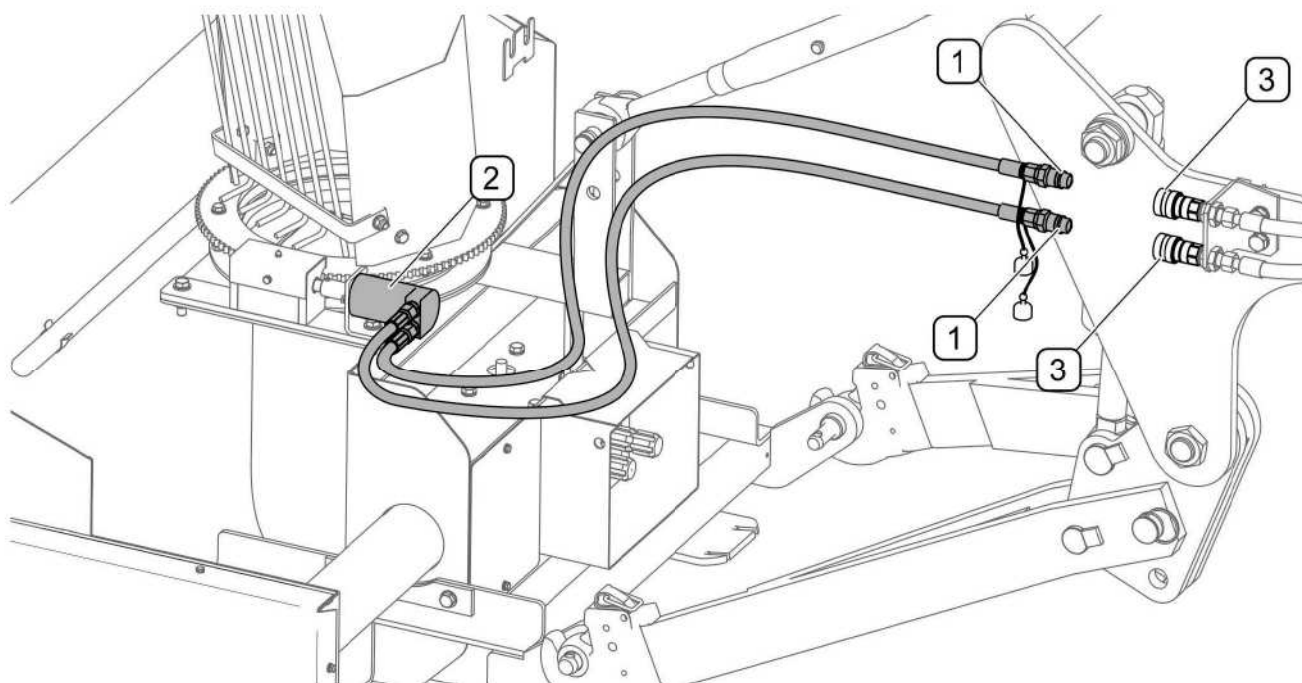

РИСУНОК 4.4 Подсоединение гидропроводов поворотного механизма метателя
Чтобы метатель мог поворачиваться при помощи гидропривода (2), необходимо вставить разъемы гидроразъемов (1) в гнезда (3) гидравлической системы трактора (РИСУНОК 4.4). Рекомендуется, чтобы штекеры гидроразъемов поворотного механизма метателя подсоединялись к гидравлической секции, позволяющей изменять направление протекания масла.